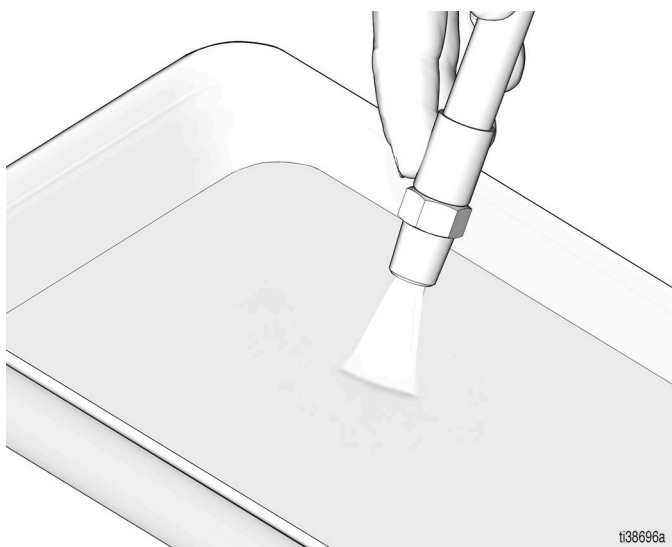

Рис. 4
3. Выполняйте промывку подаваемым материалом до тех пор, пока из оборудования не начнет выходить чистый материал (Рис. 4).